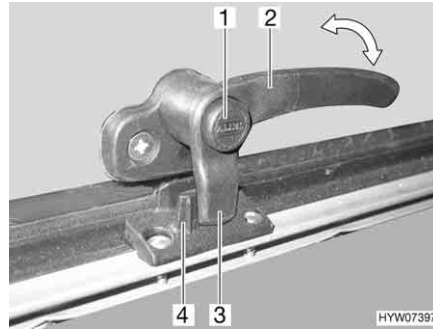
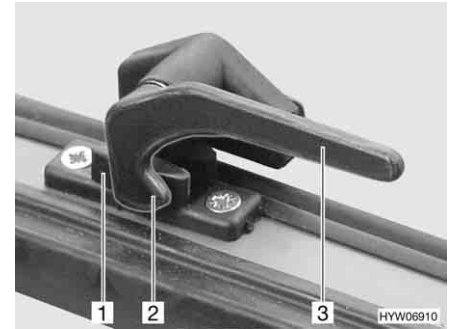

Fig. 71 Alavanca de trava com botão de segurança na posição "Fechada"
Fig. 72 Alavanca de trava na posição "Fechada"
- Se disponível, prima o botão de segurança (Fig. 71,1) e mantenha-o premido.
- Gire a alavanca de trava (Fig. 71,2 ou Fig. 72,3) um quarto de volta na direção do meio da janela.
- Gire a alavanca de trava (Fig. 71,2 ou Fig. 72,3) um quarto de volta em direção à moldura da janela. A ponta de trava (Fig. 71,3 ou Fig. 72,2) na alavanca de trava fica completamente assente na parte de dentro do dispositivo de bloqueio da janela (Fig. 71,4 ou Fig. 72,1).
- Na posição "Bem fechada" (Fig. 71 e Fig. 72)